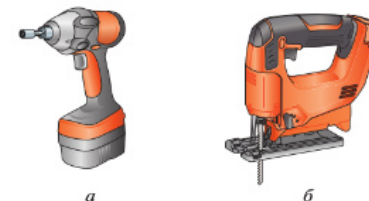

Рис. 5.65. Аккумуляторный инструмент: а — шуруповёрт; б — лобзик
- **Шуруповёрт аккумуляторный** (рис. 5.65, а) питается от сменных аккумуляторов. Обладает возможностью изменения направления вращения шпинделя (по часовой стрелке и против), скорости вращения и величины крутящего момента.
- **Лобзик аккумуляторный** (рис. 5.65, б) — высокотехнологичное режущее устройство, использующееся для криволинейных, прямых и сложных пропилов древесины, пластика, камня, керамической плитки и даже стальных листов. Лобзик аккумуляторный предназначен для автономной работы без подзарядки на протяжении нескольких часов.